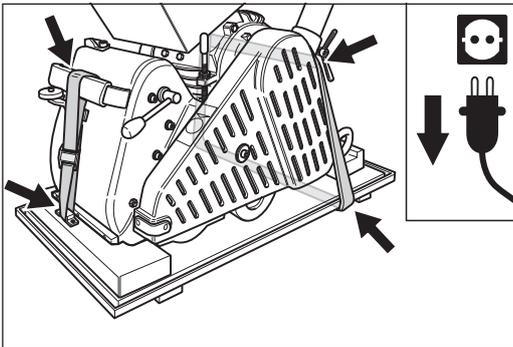

Abb. 46 Transport oder Lagerung der Maschine auf dem Unterteil der Transportkiste.
- Für den Transport oder die Lagerung der Maschine können Sie die Maschine auch auf dem Unterteil der mitgelieferten Transportkiste mit zwei Gurten fest verschnüren (Abb. 46)! So werden Beschädigungen an der Schleifwalze und an den Rädern (Unrundheit) vermieden!
**Für die Lagerung der Maschine über einen längeren Zeitraum stellen Sie die Maschine auf das Unterteil der mitgelieferten Transportkiste (Abb. 46)! So werden Beschädigungen an der Schleifwalze und an den Rädern (Unrundheit) vermieden!**